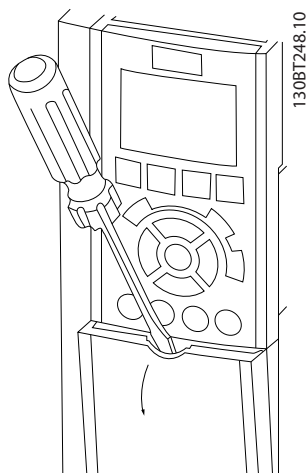
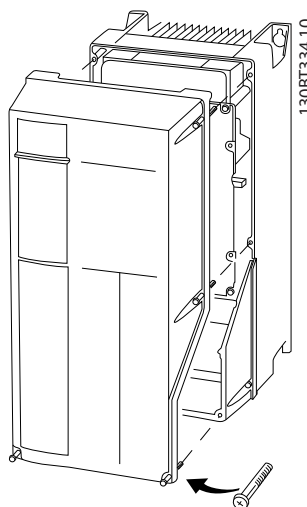

図 4.3 IP20 および IP21 エンクロージャの配線アクセス
図 4.4 IP55 および IP66 エンクロージャの配線アクセス
- スクリュー・ドライバーで(図 4.3を参照)、または取り付けネジをゆるめて(図 4.4を参照)、カバーを取り外します。